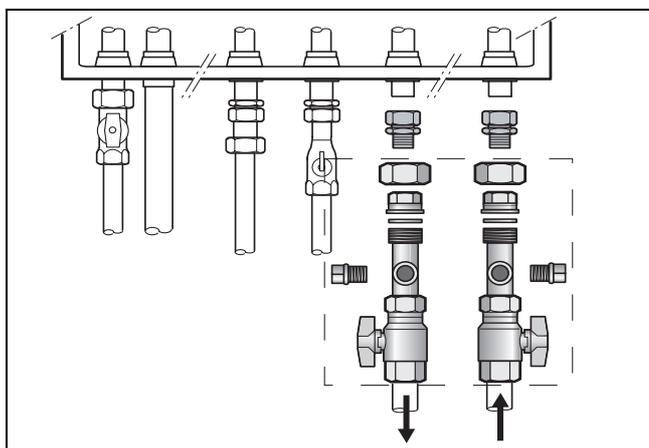

Fig. 4 *Collegamento al circuito di riscaldamento (accessorio HKA) nella caldaia Logamax plus GB112-24T25V / 29T25*
- Inserire il collegamento a vite (fig. 4).